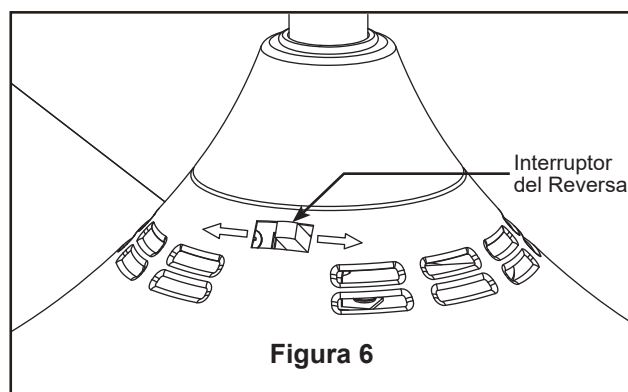

Figura 6
- ☐ 6. Asegure el vidrio en la la ernsamble de la placa de iluminación girándolo en el sentido de las agujas del reloj y sin apretar demasiado. (Figura 6)
- ☐ 6. Si desea que el flujo de aire se desplace en la dirección opuesta, apague el ventilador y espere a que las aspas se detengan. Luego deslice el conmutador inversor a la posición contraria y vuelva a encender el ventilador. (Figura 6)